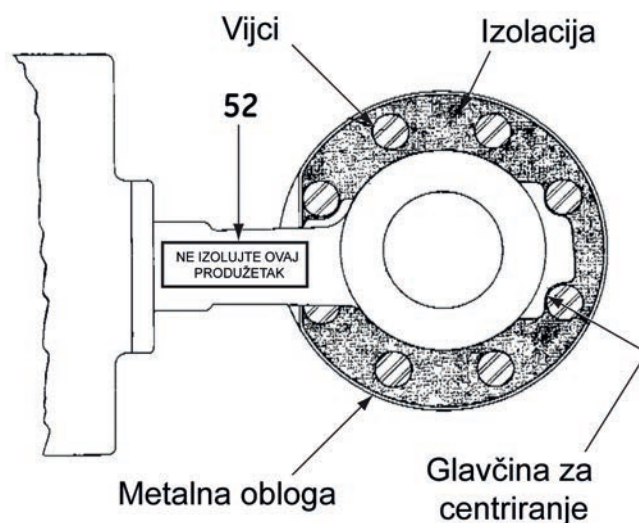

Рисунок 3
6. Выкрутите винт (37), а также полностью открутите гайки (13) со шпилек сальниковой коробки (17) и шпилек траверсы (14). Осторожно постучите по концу траверсы на стороне корпуса деревянным молотком, после чего снимите траверсу (34) и рычаг (35) в сборе.
7. Вытащите шпильки диска (4) и снимите вал с корпуса клапана. Если это окажется затруднительным, снимите сальник (10), затем плотно посадите на вал трубный ниппель подходящего размера между фланцем и рычагом диска и, перевернув фланец сальника и гайки (13), извлеките вал из корпуса, предварительно открутив гайки (13) (см. рисунок 3).